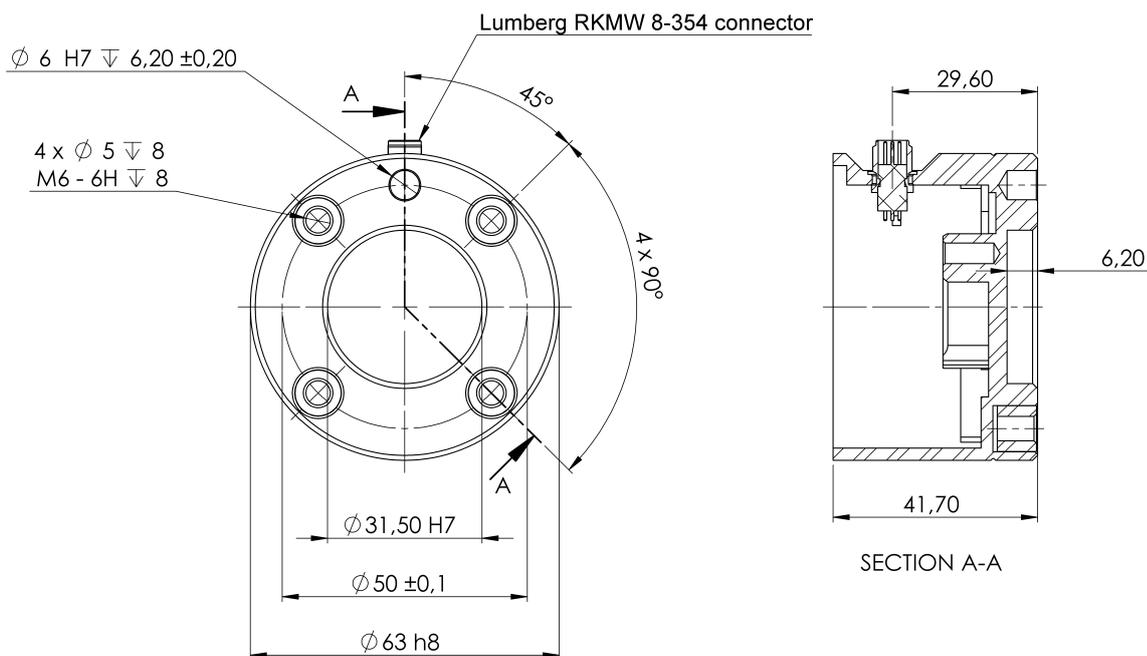

FIGURE 4.2 – la bride de sortie d'outil (ISO 9409-1-50-4-M6) est l'endroit où l'outil est monté à l'extrémité du robot. Toutes les mesures sont en mm.
**Outil** La bride d'outils du robot comporte quatre trous filetés M6 permettant de fixer un outil au robot. Les boulons M6 doivent être serrés à 8 N m, classe de force 8.8. Pour un repositionnement précis de l'outil, utilisez une broche dans le trou Ø6 fourni. La Figure 4.2 présente les dimensions et le modèle de trous de la bride de l'outil. Il est recommandé d'utiliser un trou avec une fente radiale pour la broche afin d'éviter une sur-limitation, tout en gardant une position précise. Ne pas utiliser des boulons plus longs que 8mm pour monter l'outil. Des boulons M6 très longs peuvent être pressés contre le bas de la bride de l'outil et court-circuiter le robot.